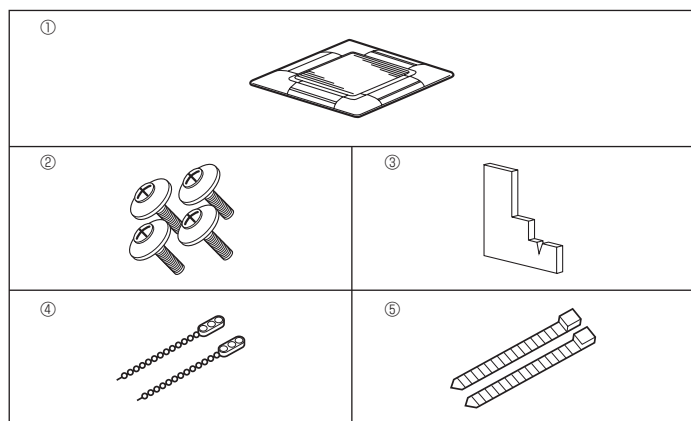

Fig. 5-1
5.1. Controllare gli accessori della griglia (Fig. 5-1)